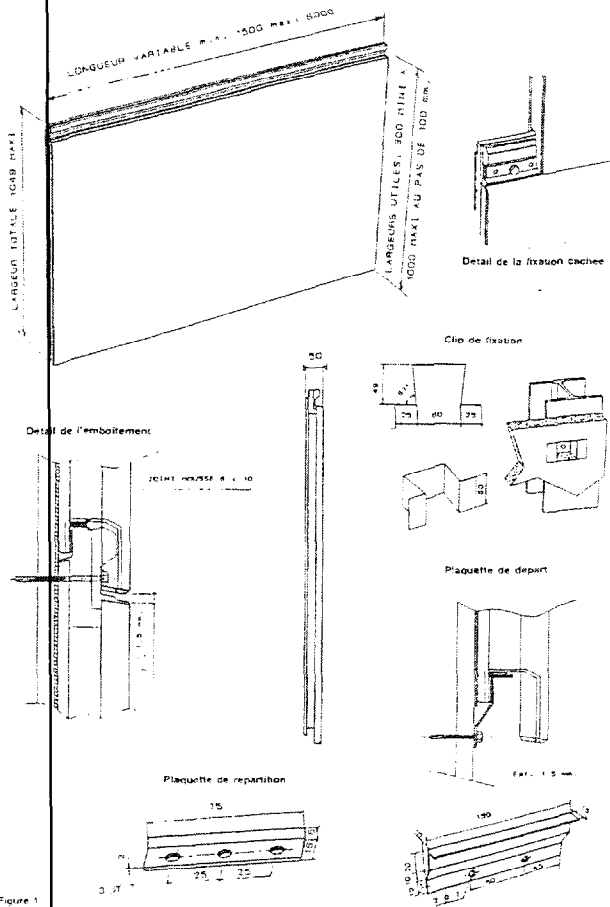

Figure 1
- Plaquettes de repartition obtenues par découpe et formage d'une tôle d'aluminium max 18.8 ou galvanisée (2.350 ou équivalent), d'épaisseur 1.5 mm minimum (fig. 1)
Elles sont en tôle d'acier galvanisée (2.350) ou équivalente (2.350 ou équivalent) ou d'aluminium 18.8 et de longueur 150 mm (fig. 1)